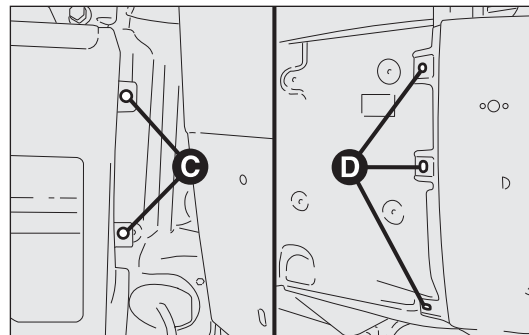

fig. 199
- svitare i due fissaggi C-fig. 199 lato porta battente posteriore reperibili aprendo leggermente la porta;
- svitare i tre fissaggi laterali D sul lato fiancata, reperibili dopo aver rimosso la modanatura laterale fig. 199. Per smontare la modanatura occorre svitare le tre viti autofilettanti inferiori e staccare con prudenza i pinetti a scatto per evitare di romperli. In caso di rottura di uno o più pinetti è necessaria la loro sostituzione;